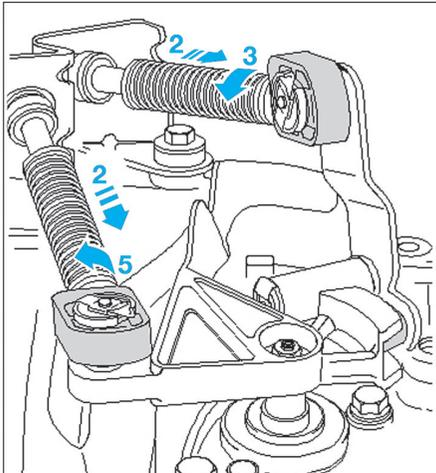

Fig. 43
- Tirer le mécanisme de sûreté du câble de commande et du câble de sélection vers l'avant jusqu'en butée (2) puis le verrouiller vers la gauche en (3) (Fig.43).